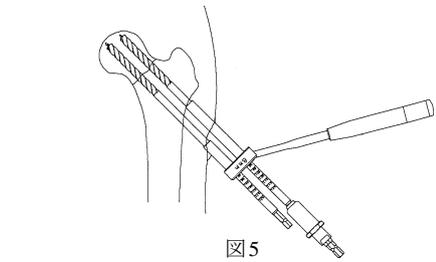

図5
- ガイドピンスリーブを取り外し、6.7 中空ドリルにてガイドピンが滑頭を貫通しないよう、イメージ下で確認しながら骨頭軟骨下までドリリングし、パラレルガイド近位側先端が確実に骨面に接触した状態で、目盛りを読み取ります。(図5)